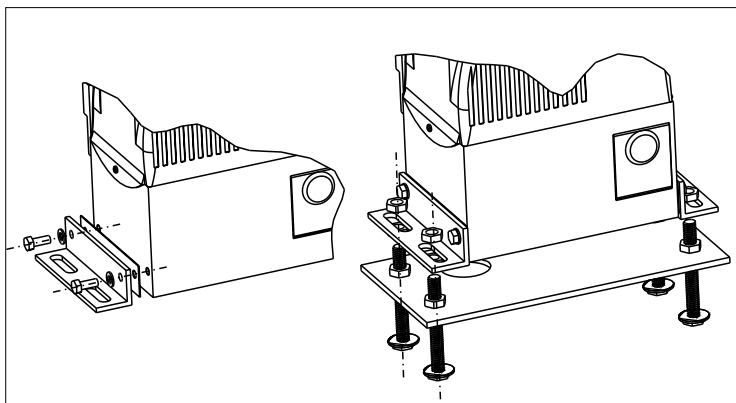
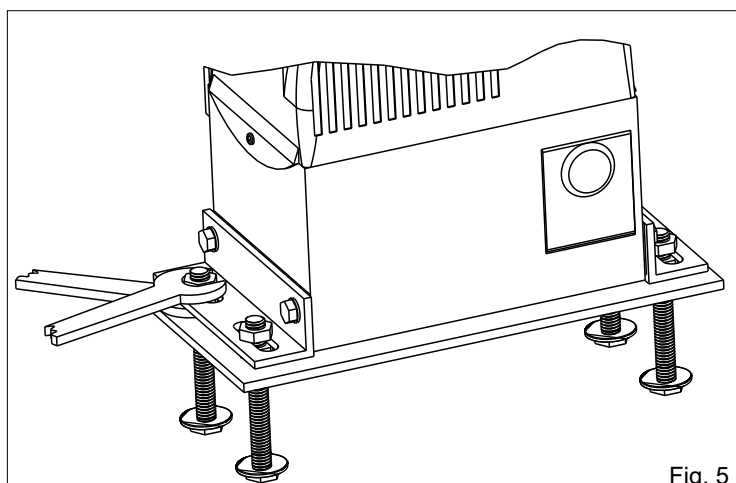

Fig. 4
Fig. 5
4.1. Fissare al motoriduttore gli angolari di fissaggio laterali con le viti in dotazione (Fig. 4).
4.2. Fissare il motoriduttore alla piastra di fondazione regolandone la posizione laterale e la sua altezza (Fig. 4 - Fig. 5) per il rispetto delle quote citate in (Fig. 2).